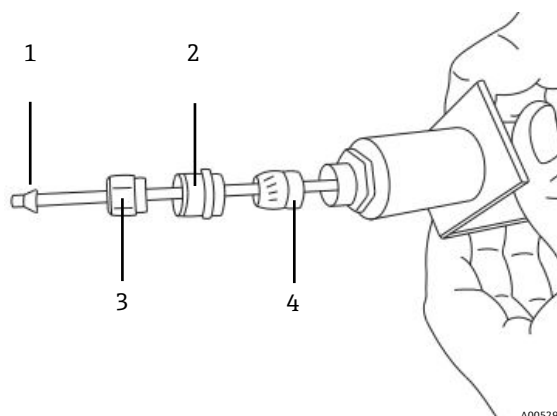

Abbildung 89. Armaturen auf der Sauerstoffsonde (Analysetafelseite)
10. Sondenkabelführung von der Analysetafel abziehen und die Armaturen von der Sondenspitze entfernen (Analysetafelseite). Siehe Abbildung 89.